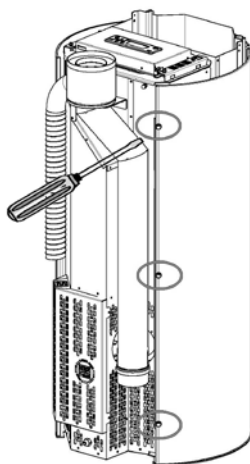

Fig. 28 - Usunąć śruby
- Odkręcić tylne śruby ścianek bocznych (zob. **Fig. 28**).